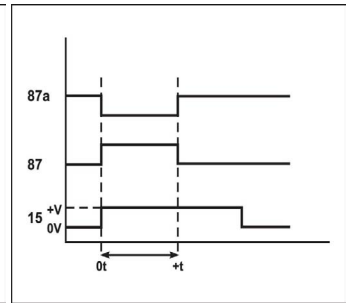

рис.2
2.2 Реле начинает работать после подачи напряжения питания на вывод «15» и в процессе работы должно быть всегда запитано (рис.2). Поэтому, для включения/выключения реле, следует использовать кнопку с фиксацией (или тумблер).